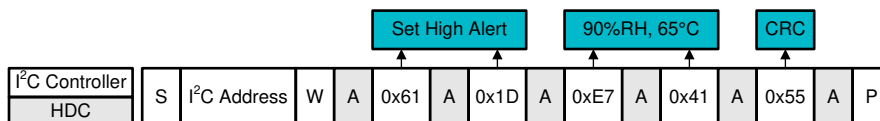

图 8-27. I²C 命令序列：Set High Alert 为 90% RH、65°C 的示例编程
- a. 图 8-27 说明了发送到 HDC302x-Q1 的适当命令。